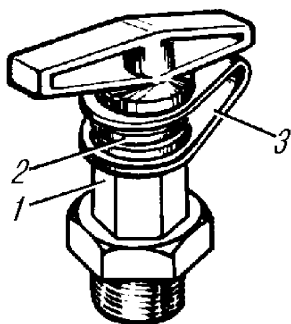

Рис. 58. Клапаны контрольного вывода:
**Клапаны контрольного вывода** (рис. 58) предназначены для определения выходных параметров давления воздуха по контурам с помощью контрольных манометров.